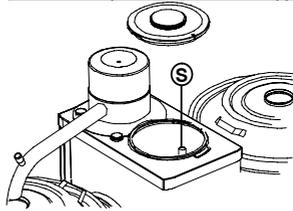

Fig. 22 Tubo di troppopieno dell'impianto di acqua calda
- Scaricare l'acqua residua attraverso il tubo di troppopieno (S.). A questo scopo, tirare il tubo di troppopieno (S.) che si trova nella caldaia dell'acqua calda mediante il flessibile corto (vedere fig. 22).
- Scaricare l'acqua residua sollevando il tubo di troppopieno (S.). A questo scopo sollevare il tubo di troppopieno (vedere fig. 22 ).
- Scaricare l'acqua residua attraverso il tubo di troppopieno. A questo scopo sollevare il tubo di troppopieno (S.), vedere fig. 22 .